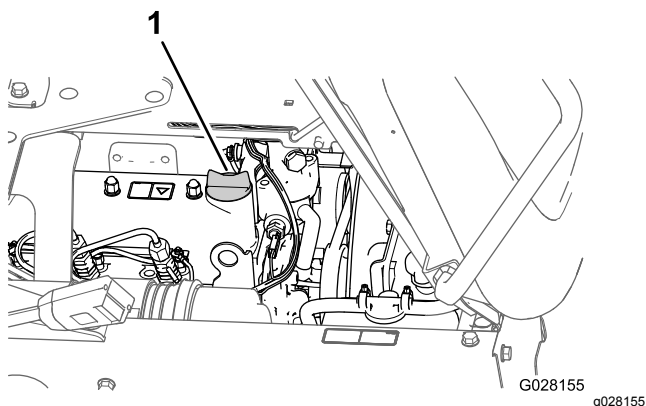

图 72
- 从发动机气门室盖的加油颈上取出加油颈盖慢慢从加油颈注入规定油量的大约 80%图 72。
8. 将加油颈盖重新装入加油颈图 72。